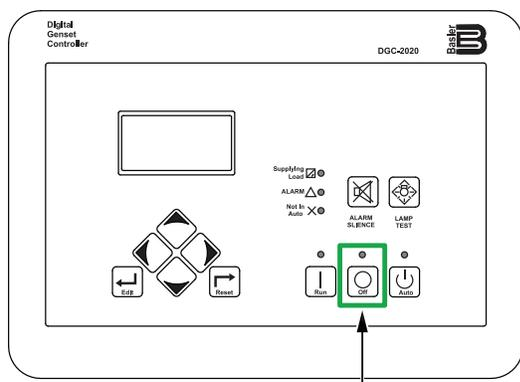

Figure 47. Contrôleur numérique (bouton d'arrêt OFF)
3. Appuyez sur le bouton d'arrêt **OFF** du contrôleur numérique (Figure 47) pour arrêter le moteur. Le moteur s'arrêtera après un processus de refroidissement d'une minute.
Lorsque les contacts à distance sont ouverts, le moteur s'arrête. Pour quitter le mode Auto, appuyez sur le bouton d'arrêt **OFF** du contrôleur numérique (Figure 47). Le disjoncteur s'éteint automatiquement et le moteur **s'arrête** après un processus de refroidissement d'une minute.
3. Appuyez sur le bouton d'arrêt **OFF** du contrôleur numérique (Figure 47).